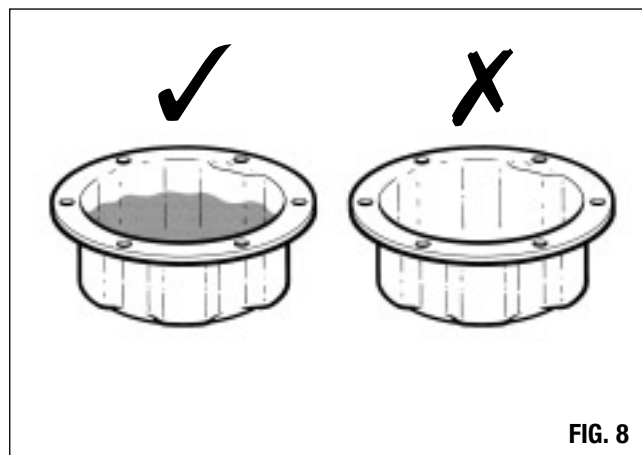

FIG. 8
- Bourrez l'enjoliveur de moyeu d'un volume correct de graisse (voir Fig. 8). Consultez les caractéristiques techniques du Tableau 3. de la page 13.